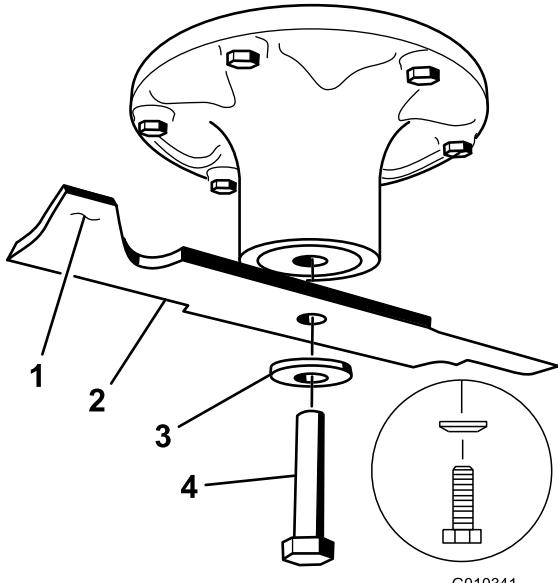

Figura 59
Sujete el extremo de la cuchilla usando un trapo o un guante grueso. Retire del eje el perno de la cuchilla, la arandela curva y la cuchilla (Figura 59).
puede utilizarse. Si la cuchilla no está equilibrada, rebaje algo el metal en la parte de la vela solamente (Figura 59). Repita este procedimiento hasta que la cuchilla esté equilibrada.
- Instale la cuchilla en el eje (Figura 59).
- Instale la arandela de muelle y el perno de la cuchilla. El cono de la arandela de muelle debe estar orientado hacia la cabeza del perno (Figura 59). Apriete el perno de la cuchilla a 136–149 Nm (100–110 pies-libra).